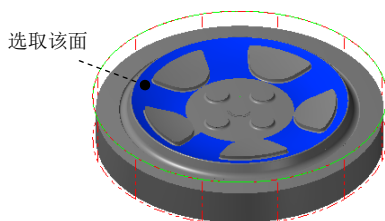
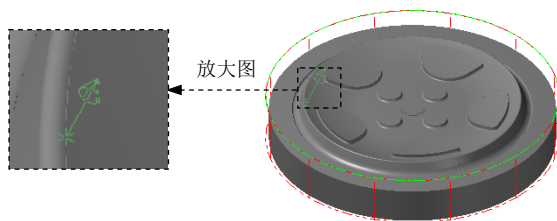

图 15.16 定义附着面
图 15.17 定义边界位置
(1) 选择命令。选择下拉菜单  **绘图 (C)** →  **曲面曲线 (V)** →  **单一边界 (O)...** 命令。
(2) 定义边界的附着面和边界位置。选取图 15.16 所示的曲面为边界的附着面，此时在所选取的曲面上出现图 15.17 所示的箭头。移动鼠标，将箭头移动到图 15.17 所示的位置单击鼠标左键，此时系统自动生成创建的边界预览。